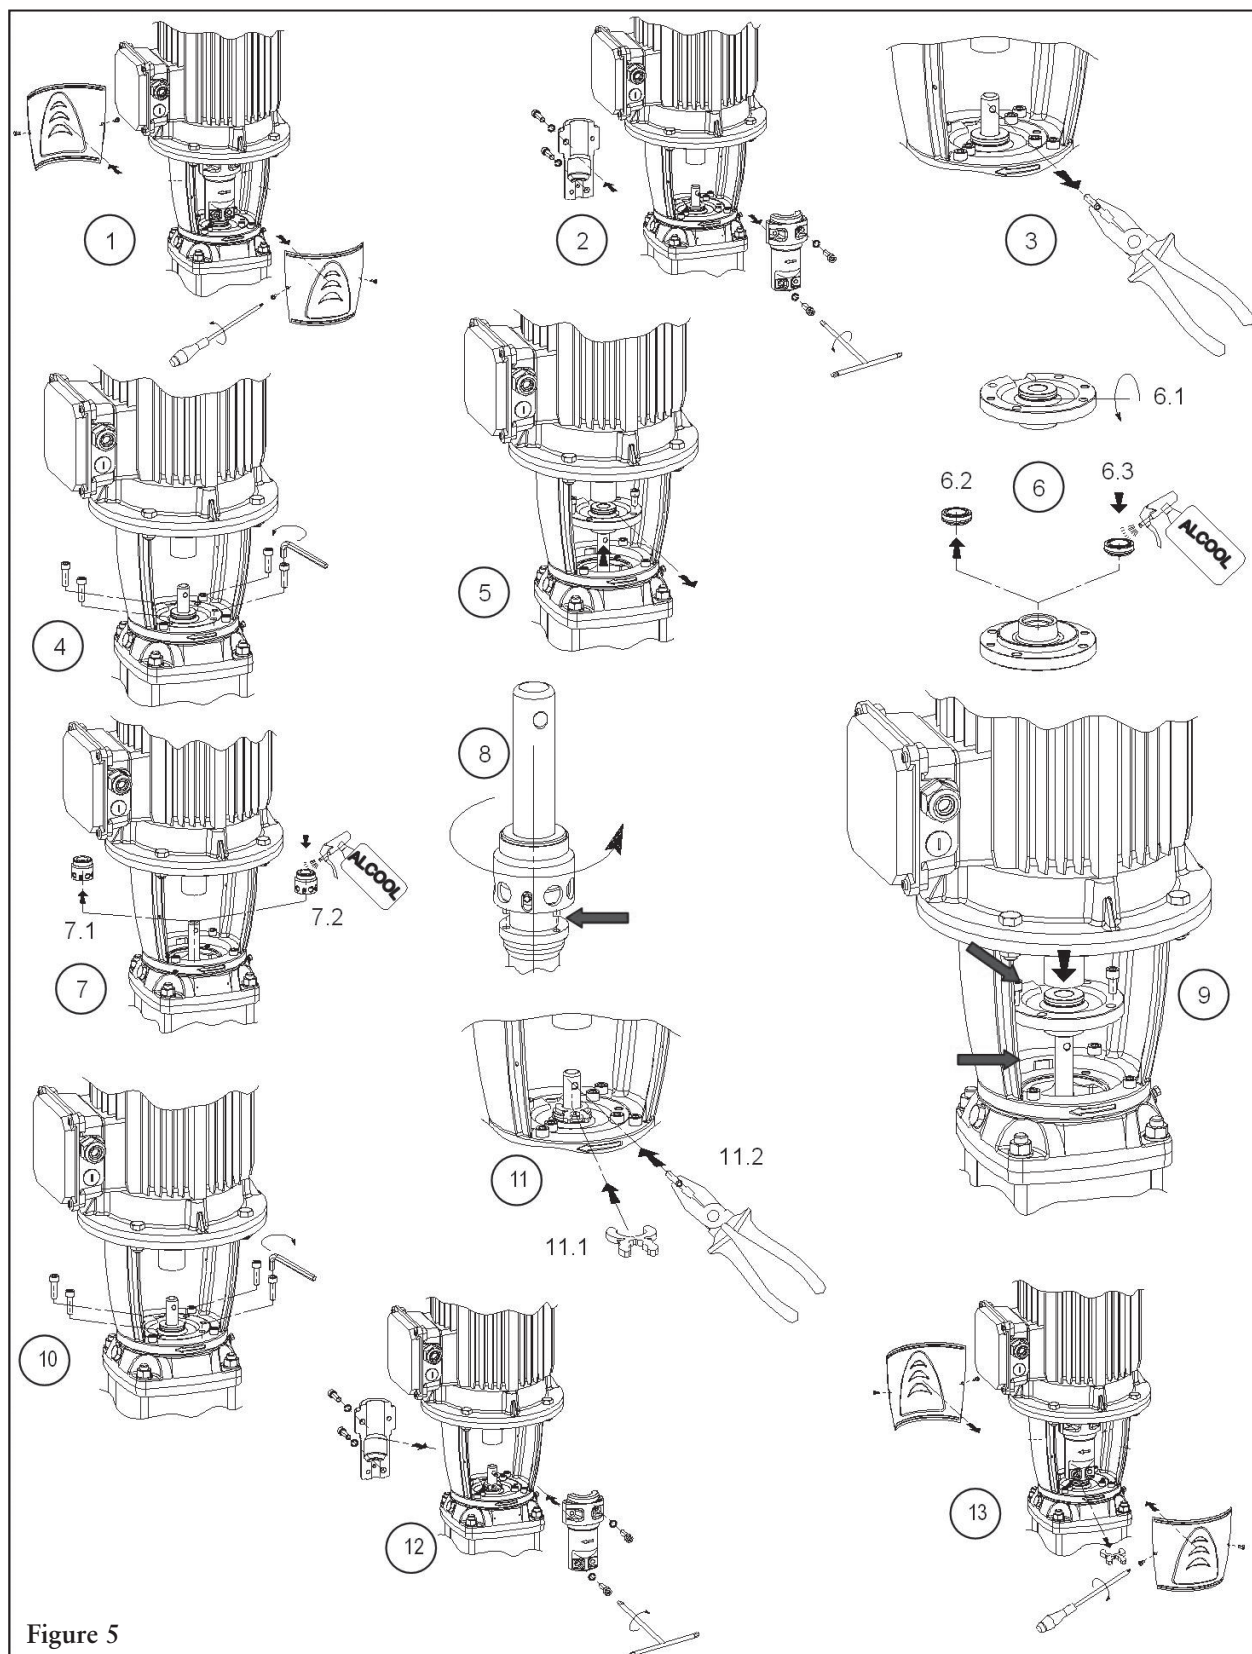

Figure 5
3. Enlever les carters d'accouplement, les 4 vis des demi-accouplements, ces derniers et la goupille d'accouplement (v. 1 à 3, fig. 5).
4. Ôter de la plaque-logement de garniture les 4 vis de fixation à tête hexagonale du moteur (v. 4, fig. 5).
5. Dans les trous taraudés de la plaque-logement (33 à 125SV), visser uniformément deux (2) des vis de fixation pour dégager la plaque. La lever et la retirer par l'espace libre entre les arbres, mais avec précaution pour ne pas abîmer le siège de l'élément fixe de la garniture (v. 5, fig. 5).
6. Retourner la plaque et en ôter l'élément fixe, son joint torique et le grand joint torique du collet en saillie, entre la tête de pompe et la plaque. S'assurer que le siège et la plaque sont propres et exempts d'arêtes vives. Lubrifiez l'axe ou la douille légèrement. Utilisez un lubrifiant à base d'eau. Installez le nouveau siège en appuyant le logement de joint avec votre pouce. **MAIS PAS TROP FORT**, et, si cela est possible, mettre un chiffon doux et propre sur la surface d'étanchéité de l'élément pour la protéger pendant la pose (v. 6, fig. 5).
7. Retirer de l'arbre de pompe l'élément mobile de la garniture. Vérifier si l'arbre est exempt d'arêtes vives et de corps étrangers. Les arêtes vives devraient être lissées avec une toile d'émeri à grains fins (v. 7, fig. 5).
précaution sur l'arbre de pompe et le tourner pour aligner la goupille au bas de l'élément sur l'un des trous de la chemise d'arbre (33 à 125SV). Imprimer un va-et-vient à la garniture pour en lubrifier le joint torique et l'empêcher de gripper à l'arbre (v. 8, fig. 5).
Placer la plaque-logement entre l'arbre de moteur et l'arbre de pompe et enfiler la plaque sur ce dernier. **Procéder avec précaution pour ne pas endommager la surface d'étanchéité de l'élément fixe de la garniture** (v. 9, fig. 5).
10. Reposer les 4 vis de fixation de la plaque-logement et les serrer uniformément au couple stipulé dans les Données techniques (v. 10, fig. 5).
11. Poser la goupille d'accouplement dans son orifice et placer la cale d'espacement sur la saillie centrale de la plaque-logement. **S'il n'y a pas de cale, en utiliser une de 5 mm d'épaisseur** (v. 11, fig. 5).
12. Reposer les demi-accouplements et en serrer les vis d'assemblage uniformément au couple indiqué (v. Données techniques). Ôter et conserver la cale d'espacement (v. 12, fig. 5).
13. Tourner l'arbre à la main pour s'assurer qu'il n'y a aucun grippage. Reposer les carters d'accouplement (v. 13, fig. 5).